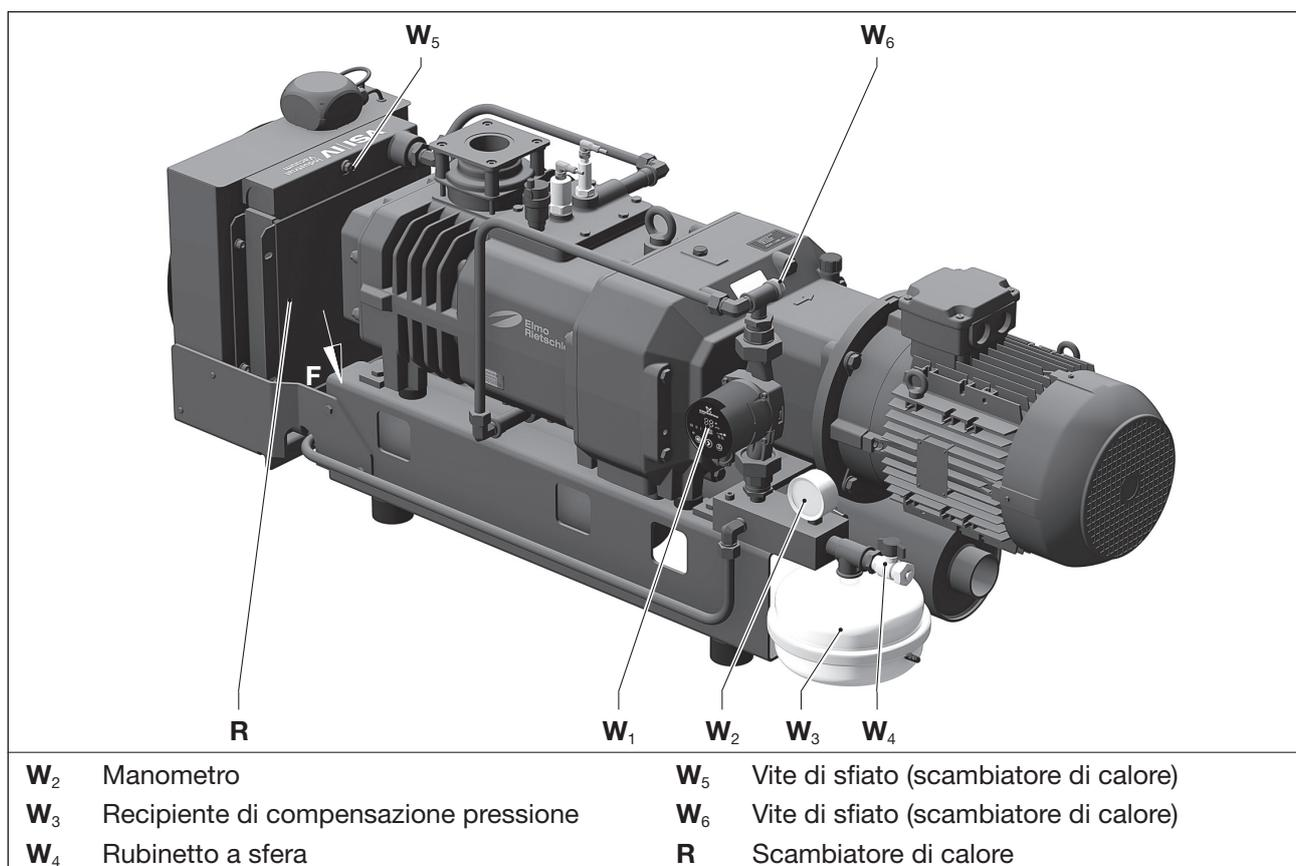

Fig. 19 Raffreddamento ciclico con scambiatore di calore acqua-acqua
a) Controllare la pressione di riempimento sul manometro (Fig. 19/W₂) ogni settimana ed eventualmente aggiungere acqua di raffreddamento. La pressione di riempimento non può essere inferiore a **0,6 bar** e non può superare **1,2 bar**.
- Allentare la vite di sfiato (Fig. 19/W₆) sul circuito di raffreddamento.
- Riempire il circuito di raffreddamento con una miscela a base di acqua e Glysantin (rapporto 70:30) sul rubinetto a sfera (Fig. 19/W₄) fino a quanto fuoriesce acqua di raffreddamento dalla vite di sfiato (Fig. 19/W₆).
- Chiudere la vite di sfiato (Fig. 19/W₆).
- Riempire il circuito di raffreddamento fino ad una pressione di max. **1,2 bar**. Controllo della pressione sul manometro (Fig. 19/W₂).
- b) Aprire il rubinetto a sfera (Fig. 19/W₄), allentare le viti di sfiato (Fig. 19/W₅, W₆) e far scaricare l'acqua di raffreddamento vecchia in un apposito recipiente.
- c) Riempire il recipiente di compensazione pressione (Fig. 19/W₃) con aria a 0,5 bar.
- d) Allentare le viti di sfiato sullo scambiatore di calore (Fig. 19/W₅) e sul circuito dell'acqua di raffreddamento (Fig. 19/W₆).
- e) Riempire il circuito di raffreddamento con una miscela a base di acqua e Glysantin (rapporto 70:30) sul rubinetto a sfera (Fig. 19/W₄) fino a quanto fuoriesce acqua di raffreddamento dalla vite di sfiato (Fig. 19/W₅) dello scambiatore di calore.
Chiudere le viti di sfiato (Fig. 19/W₅).
- f) Riempire il circuito di raffreddamento fino a quando esce l'appaltatore dalla vite di sfiato (Fig. 19/W₆).
Chiudere le viti di sfiato (Fig. 19/W₆).
Controllo della pressione sul manometro (Fig. 19/W₂).
- a) Controllare periodicamente le aperture per l'ingresso dell'aria di raffreddamento (Fig. 3/E) e la griglia di protezione della ventola (Fig. 19/V_A) e pulirle mediante soffiatura.
- b) Controllare periodicamente l'uscita dell'aria di raffreddamento (Fig. 19/F) sulla griglia dello scambiatore di calore (Fig. 19/R) e pulirla mediante soffiatura.